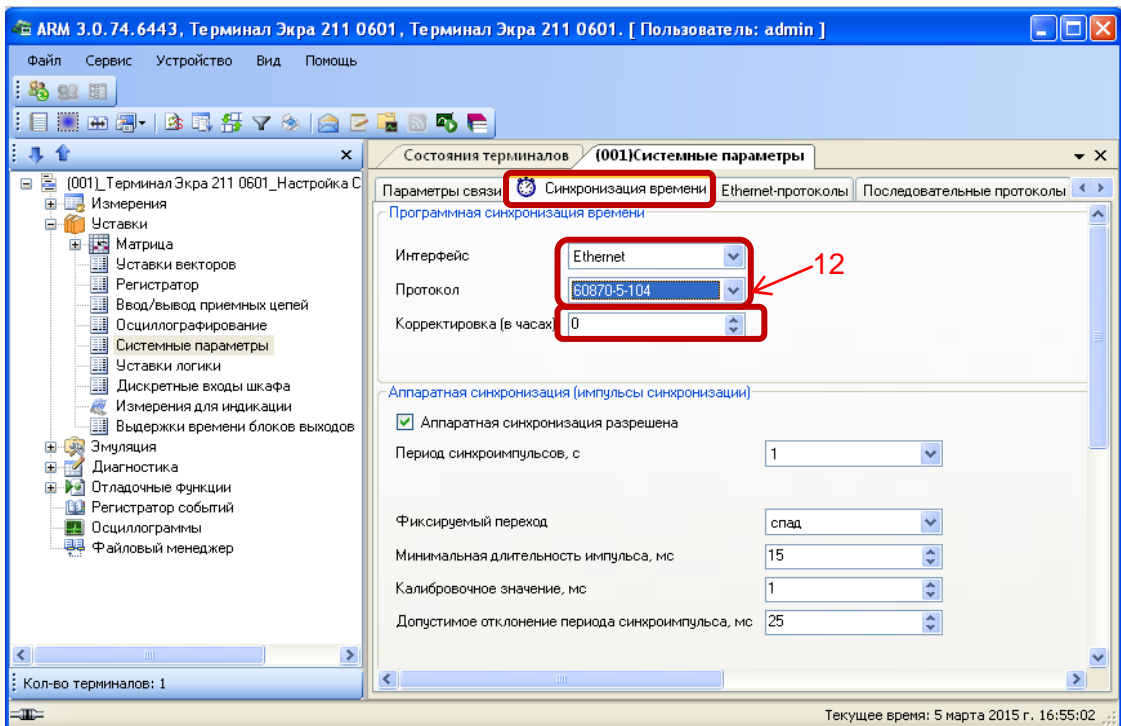

Рисунок 6 – Настройка синхронизации времени по протоколу МЭК 60870-5-104
2.4.2 На вкладке **Синхронизация времени** в выпадающем списке **Интерфейс** выбрать интерфейс **Ethernet** и указать протокол (см. рисунок 6, обозначение 12).
2.4.3 Если необходимо задать разницу во времени между терминалом и источником времени на вкладке **Корректировка (в часах)** (см. рисунок 6) выставить требуемую разницу в соответствии с проектом. Значение по умолчанию 0.